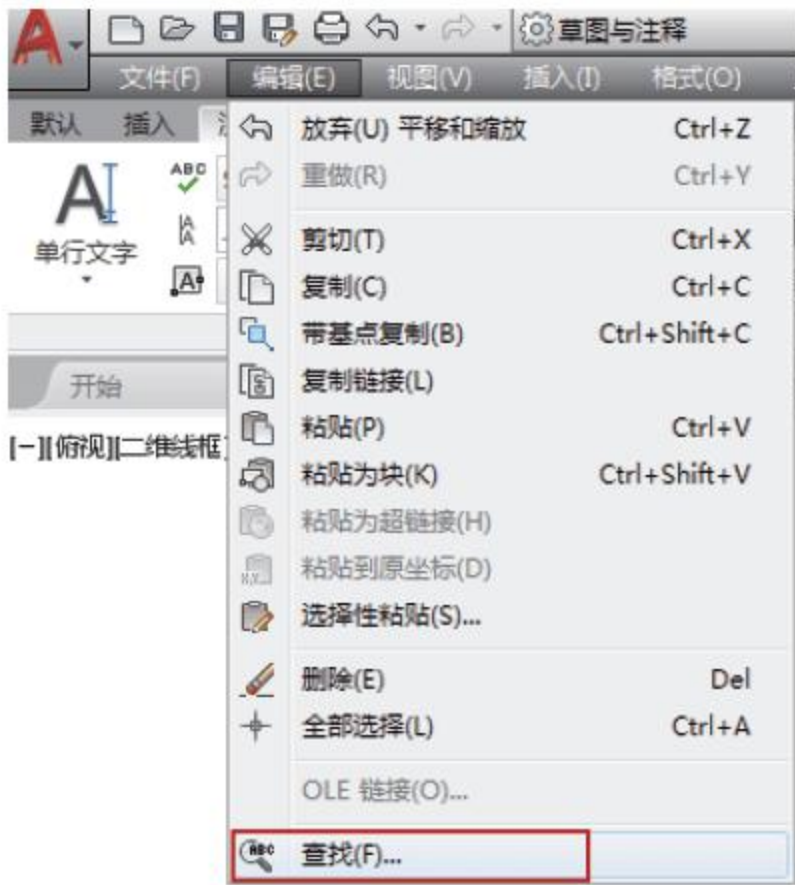

图6-51 选择命令
- 菜单栏：选择菜单【编辑】|【查找】命令，如图6-51所示。